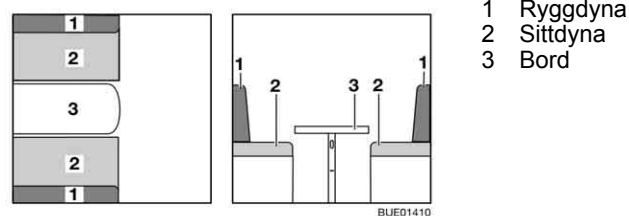

Bild 115 Före ombyggnaden
- Bygg om bordet (Bild 115,3) till sängbotten (se avsnitt 6.12).
- Ta bort ryggdynorna (Bild 115,1)
- Drag fram en sittdyna (Bild 115,2) på bordet.